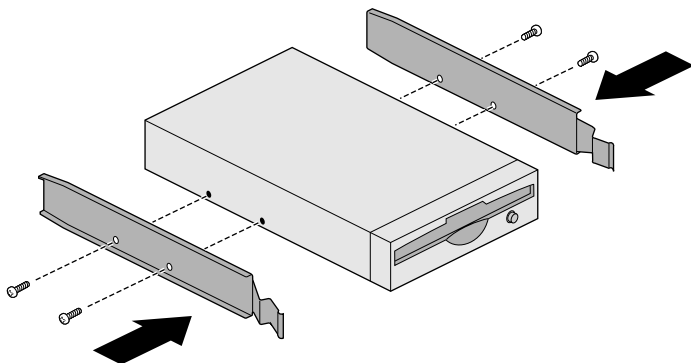

図 4-3 リムーバブルドライブへのスレッドの取り付け
6. ドライブの両脇にスレッドを取り付けます (図 4-3)